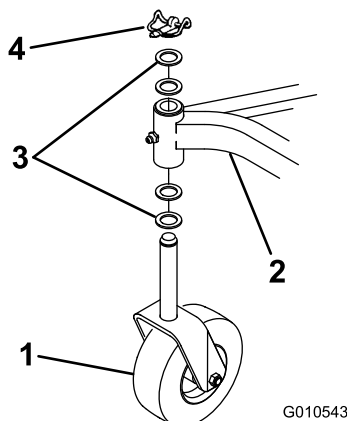

Bild 5
2. Entfernen Sie den Klappstecker und die zwei Druckscheiben, mit denen jedes Laufrad ausgeliefert wird. Lassen Sie zwei Druckscheiben auf jeder Welle; setzen Sie die Wellen in das Rahmenbefestigungsrohr ein und bringen Sie die Druckscheiben und den Klappstecker an (Bild 5).